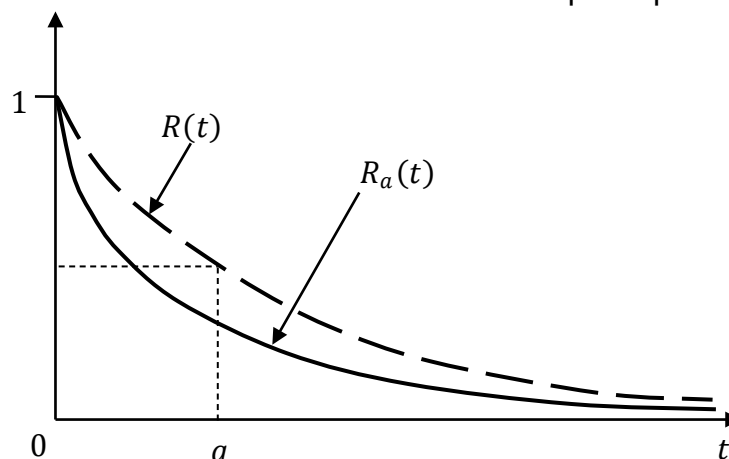

Figure 1.4 : Allure de la probabilité de survie d'un matériel non neuf.
1.4.1 Loi de probabilité de survie d'un matériel non neuf (fig. 1.4)
Graphiquement, le graphe de $R_a(t)$, s'obtient d'après la relation (1.14), en décalant la courbe de $R(t)$ d'une valeur a et en le multipliant par $\frac{1}{R(a)}$ (fig. 1.4).